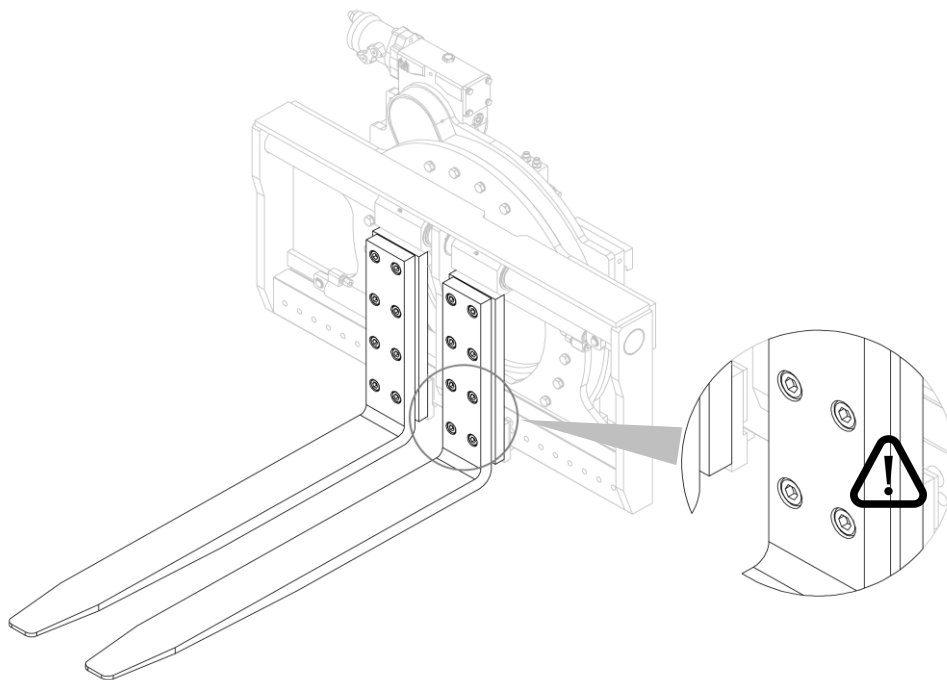

Figura 18
2. Verificare il corretto bloccaggio delle forche (vedi *Figura 18*).